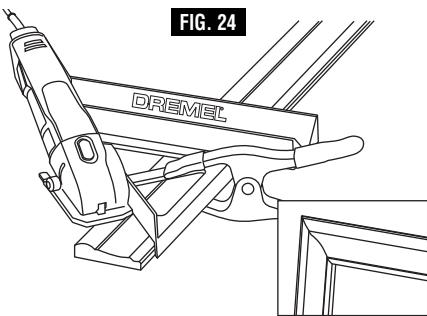

FIG. 24
1. Cortes a inglete de 45°: Utilice el borde angulado de la guía de corte como tope-guía (Fig. 24).
Cortes a inglete (15°, 22.5° o 30°): Pivoté la guía de corte en la esquina designada hasta el ángulo deseado, utilizando la marca indicadora de ángulo ubicada en la guía de corte y complete el corte utilizando el borde exterior de la guía de corte como tope-guía (Fig. 24).